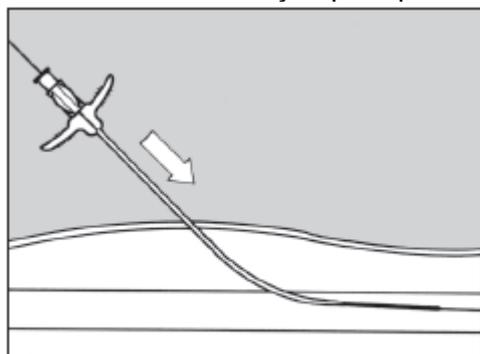

Fig. 6
- c) Enfiar o dilatador fornecido e a película rasgável à volta do fio guia, utilizando um movimento de torção para passar através dos planos de pele. (fig.6)